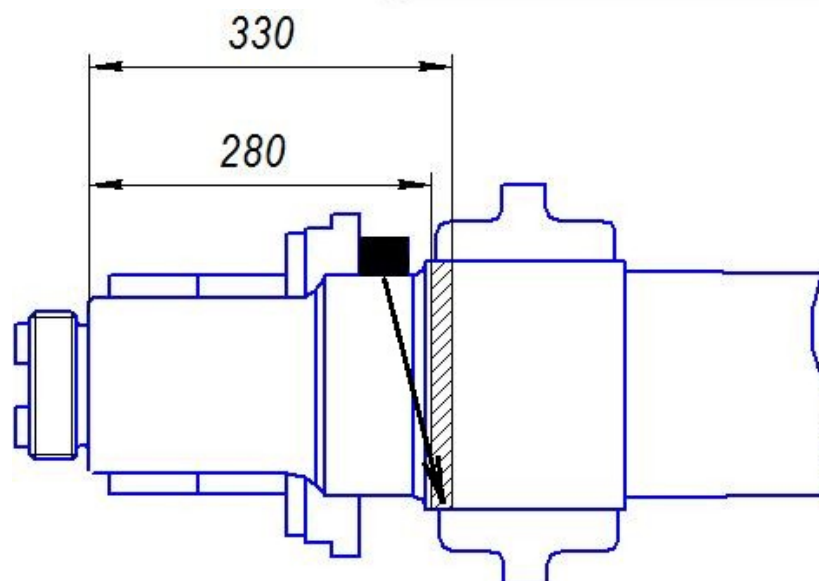

Рис. 9.14.1. Схема прозвучивания оси при контроле по варианту BR3.
УЗК осей по варианту BR3 производят с применением сканирующих устройств. Контроль производят с цилиндрической поверхности оси продольными волнами в осевом направлении при установке ПЭП на предподступичной части и сканирование по периметру оси с целью выявления поперечных трещин в зоне под внешней кромкой ступицы колеса, Рис.9.14.1.
- 9.14.4 Нанести контактную жидкость на поверхность оси. Установить преобразователь на предподступичную часть оси в соответствии со схемой на Рис.9.14.1. Выполнить круговое сканирование по поверхности предподступичной части оси.